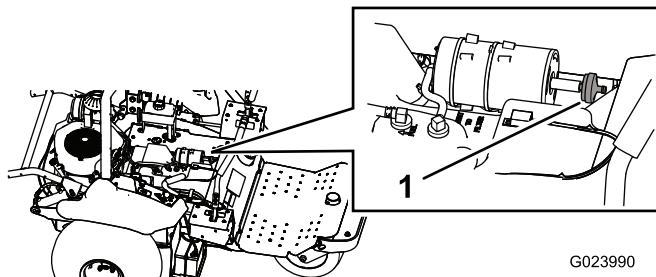

Рисунок 47
2. Отсоедините фильтр от бачка с активированным углем (Рисунок 47).